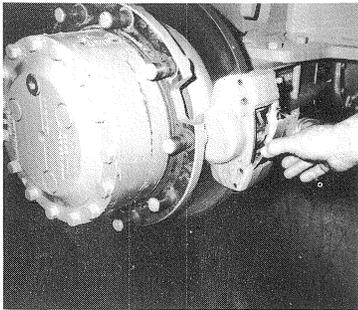

Bild 54
- (4) Haltefeder entnehmen (Bild 54) und unteren Haltestift mit Dorn austreiben.